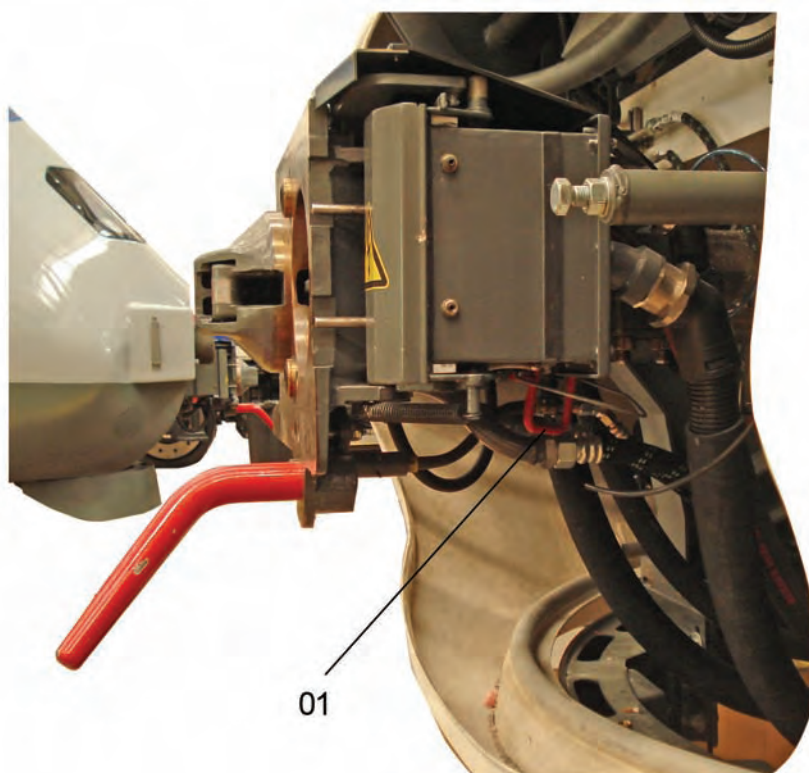

Figura 5-4 Desenganche manual
En caso de no realizarse el desenganche automático de una composición por alguna anomalía se podrá realizar el desenganche manual tirando con fuerza del tirador (Pos. 01, figura 5-4), situado en la parte inferior del enganche.
- La nariz del enganche queda fuera. Para recogerla, tirar del tirador (Pos. 01, figura 5-4).